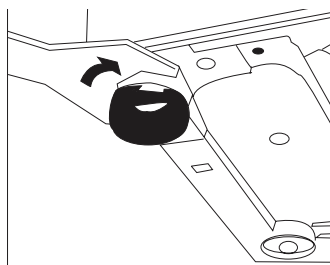

Fig. 3
- Mettre la laveuse à niveau : il y a des pieds réglables au bas de la laveuse. Avant d'utiliser la machine il faut l'ajuster comme montré sur la figure 3.